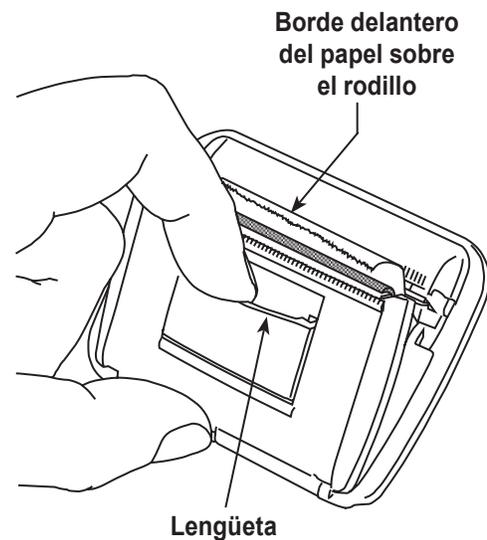

Figura 11
1. Retire la tapa de la impresora tirando de la lengüeta como se muestra en la Figura 11.